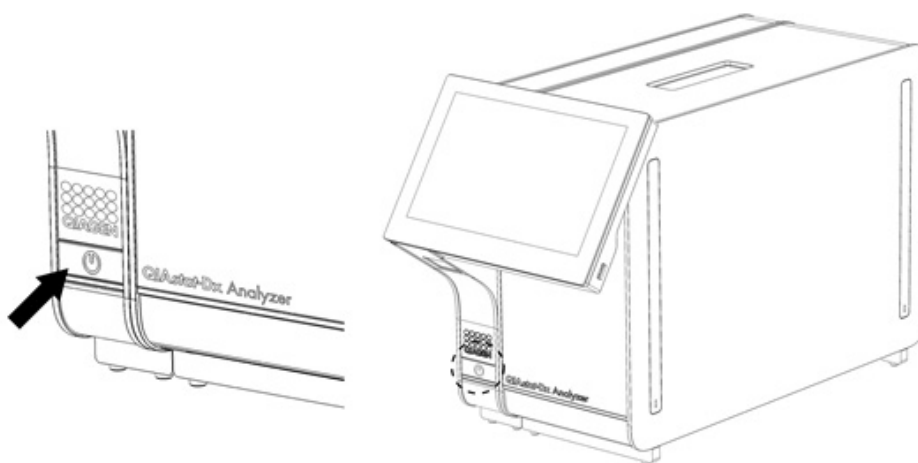

Figure 22 Démarrage de l'instrument à l'aide du bouton ON/OFF (Marche/Arrêt).
1. Appuyez sur le bouton ON/OFF (Marche/arrêt) situé à l'avant du QIAstat-Dx Analyzer 2.0 pour démarrer l'appareil (figure 22).